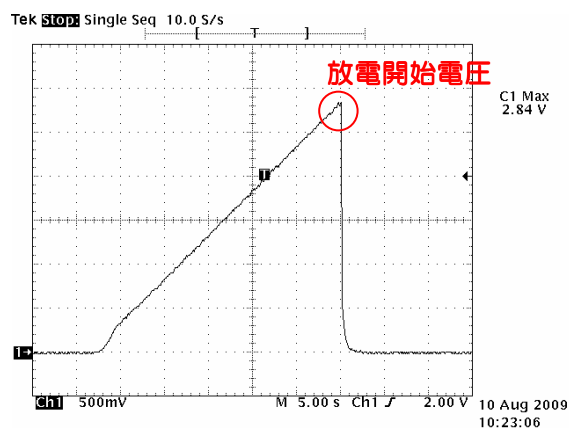

図2 アレスタの動作試験
- (1) 直流 900V～4kV のワイドレンジ測定が可能で、誤差は±5%以内を確保しています。
- (2) JIS C 5381-331 で規定された試験方法に準拠しています。図2は、アレスタチェッカの動作をオシロスコープで観測した事例です。縦軸は 1/1,000 スケールです。100(V/sec) でアレスタに電圧を加えていきます。アレスタが放電開始電圧に至ると、アレスタはショート状態となります。図2